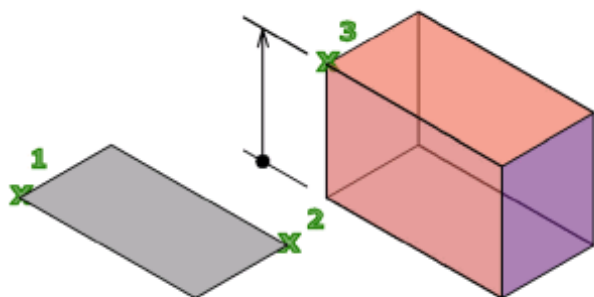

Рисунок 7.5 – 3D паралелепіпед
Паралелепіпед будується за трьома параметрами: перший кут (1), другий кут (2) та висота (3) (рис. 7.5).